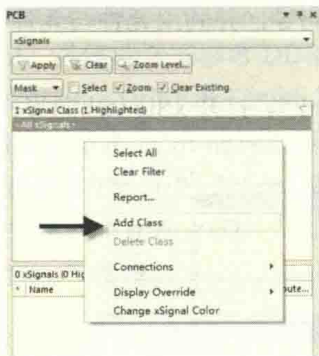

图 9-121 添加 xSignal 类
(1) 在 PCB 设计交互界面的右下角执行命令“PCB-PCB-xSignals”，打开“xSignals”面板栏，如图 9-121 所示，在这里有默认的“All xSignals”，可以在这里单击创建 xSignal 类，在类窗口中单击鼠标右键，选择“Add Class”选项，添加一个以“DDR2\_ADDR”为例的 xSignal 类。